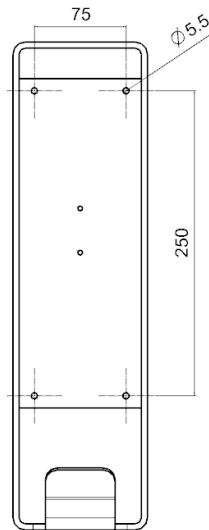

Imagen 12: MARCO DEL SOPORTE DEL CONECTOR
- Una vez completada la instalación, el marco metálico puede volver a colocarse en el armario. El logotipo de "Scame" debe colocarse en la parte superior derecha, como se muestra en la imagen 12.